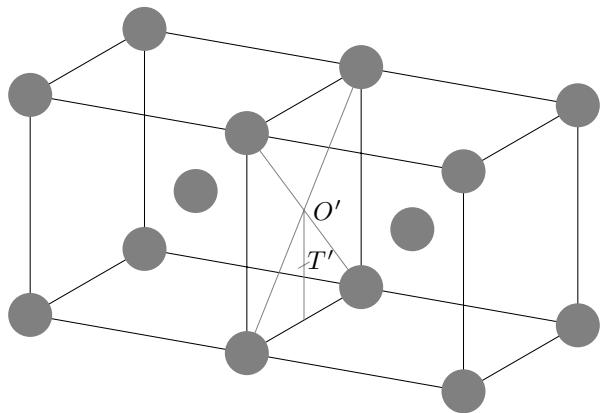

Figure 2 Sites intersticiels O' et T' dans la maille de fer α
- d) Dans la représentation de la maille de fer α donnée figure 2, à quel type de site interstitiel correspond O' ? Est-il régulier ? Justifier votre réponse.